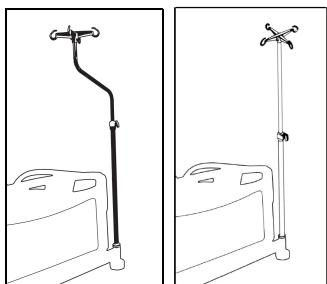

図 22 – 点滴ポールを取り付ける
1. 点滴ボールを4つの付属スリーブのいずれかに挿し込みます (図 22)。